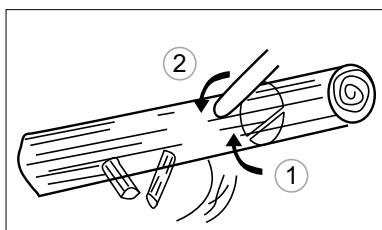

Fig. 21
2. Si le tronc repose sur le support à une extrémité, coupez d'abord du bas jusqu'à 1/3 du diamètre du tronc pour éviter de se fendre. Terminez ensuite la coupe par le haut de manière à ce qu'elle corresponde à la première coupe en évitant les bourrages (Fig. 21).